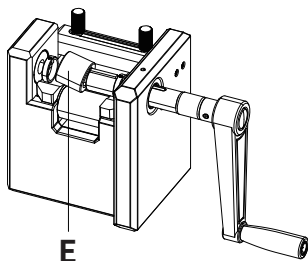
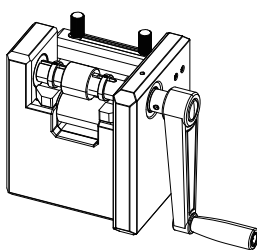

图9
图10
- 5.图9所示，将E压花铜轮内圈凹槽与Q插销对准，如图10所示